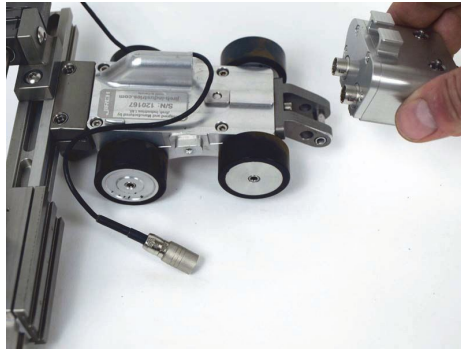

图 A-9 安装与整合型 LEMO 连接器配套使用的编码器接合件
- 取下并存好原来的编码器接合件，然后安装与整合型 LEMO 连接器配套使用的编码器接合件（参见第 70 页的图 A-9）。